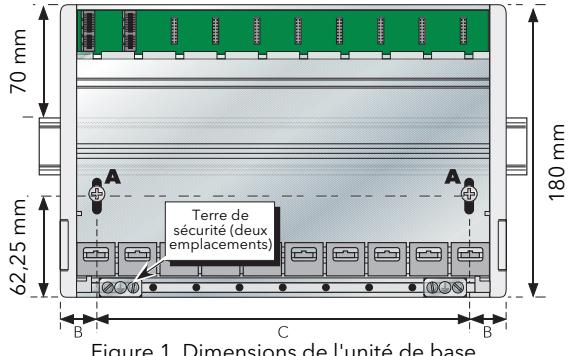

Figure 1 Dimensions de l'unité de base
- En s'aidant d'un tournevis cruciforme adapté, desserrer les vis ('A' sur la figure 1) de la base et les laisser retomber, avec leurs clips de rétention, au fond de la fente de vissage.
- Placer l'instrument sur le bord supérieur du rail DIN et, au moyen du tournevis, faire glisser les vis (A) et les clips associés vers le haut, le plus loin possible vers le haut des fentes de vissage.
- Maintenir la base horizontalement sur le panneau et marquer la position des deux trous sur le panneau (pour connaître les centres, consulter la figure 1 ci-dessus).